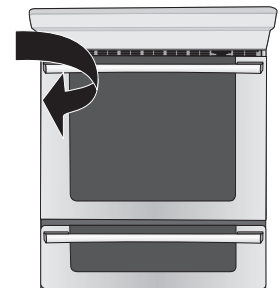

**Figure 6**
**Aux endroits où les codes locaux l'interdisent, ou si vous raccordez à un système électrique à quatre conducteurs, ne raccordez pas le conducteur de mise à la terre du châssis au fil neutre (blanc) de la boîte de jonction (voir figure 6):**